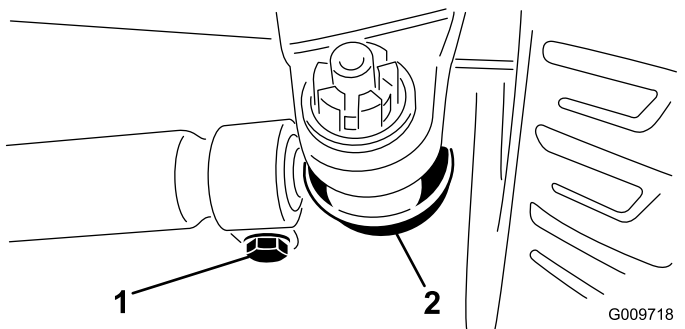

Figura 92
2. Para ajustar, remova o contrapino e a porca de cada uma das rótulas da barra de ligação (Figura 92). Remova a junta da barra de ligação do suporte do eixo.
3. Desaperte as abraçadeiras que estão em ambas as extremidades das barras de ligação (Figura 92).
4. Rode uma (1) vez a rótula separada, para dentro ou para fora. Aperte a abraçadeira na parte solta da barra de ligação.
5. Rode uma (1) vez todo conjunto da barra de ligação na mesma direção (para dentro ou para fora). Aperte a abraçadeira na extremidade ligada da barra de ligação.